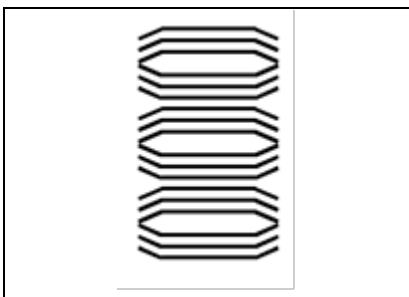

Abb. 9: Anordnung der Tellerfedern (2)
1. Zwischenplatte (6) entsprechend der Filzstiftmarkierung auf den Stützring (12) setzen.
2. Kopfdeckel (3) zusammen mit Kopfisolierung und Einschraubstutzen auf die Zwischenplatte (6) setzen (Filzstiftmarkierung Richtung Motor).
3. Tellerfedern (2) auflegen (zur Anordnung siehe Abb. 9)
4. Kopfschrauben (1) mit Tellerfedern (2) aufsetzen und über Kreuz mit einem Anzugsmoment von 9 Nm festziehen.